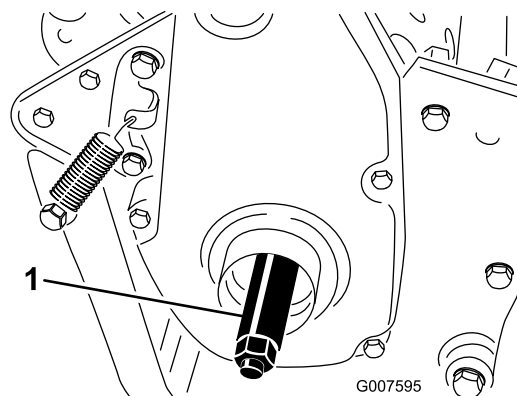

Figura 8
- Enrosque o eixo direito da roda na polia da transmissão do lado direito da máquina (Figura 8).